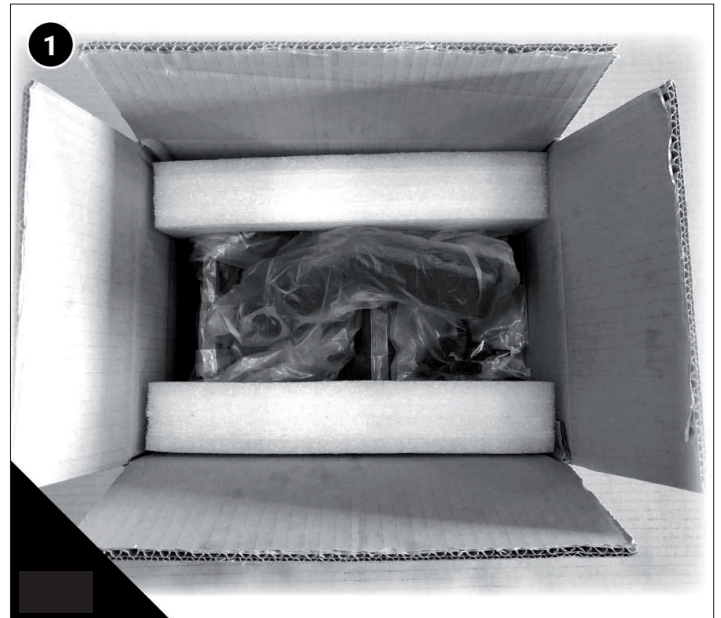

Abb. 17
**Abb. 17. IGM LAGUNA Set Bettverlängerung 254 mm für Revo 1216 Drechselmaschine (1) Inhalt der Transportverpackung in der Kiste. (2) Ausgepackter Kisteninhalt. (2.1) Bettverlängerung 254 mm. (2.2) Verlängerung für die Werkzeugauflage. (2.3) Schrauben. (2.4) Spannhebel. (2.5) Spindelanschluss.**
**Abb. 17 - Abb. 19 IGM LAGUNA Set Bettverlängerung 254 mm für Revo 1216 Drechselmaschine auspacken. (1) Inhalt der Transportverpackung in der Kiste. (2) Inhalt der Verpackung. (2.1) Bettverlängerung 254 mm. (2.2) Verlängerungszapfen für die Werkzeugauflage. (2.3) Schrauben. (2.4) Spannhebel. (2.5) Spindelanschluss.**